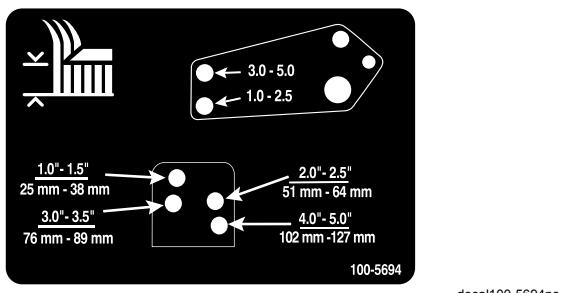

Figura 28
10. Alinhe os orifícios do elemento de ligação do amortecedor com os orifícios da altura de corte desejada na estrutura da plataforma do cortador e monte os respectivos pinos de segurança e contrapinos tipo grampo (Figura 28).